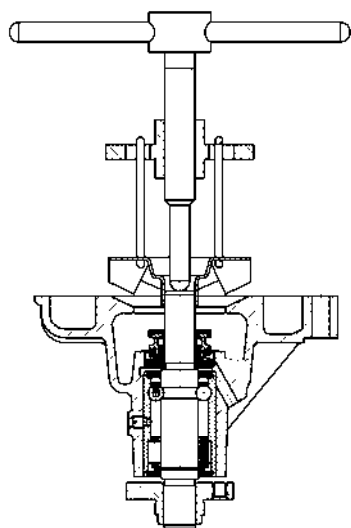

Рис.89. Снятие крыльчатки
- с помощью съемника снять крыльчатку (рис.89);